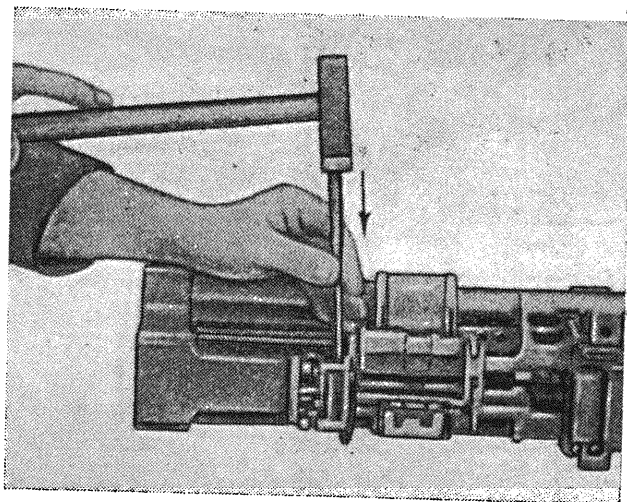

Рис. 61
9. Выбить выколоткой штифт отражателя (рис. 61).